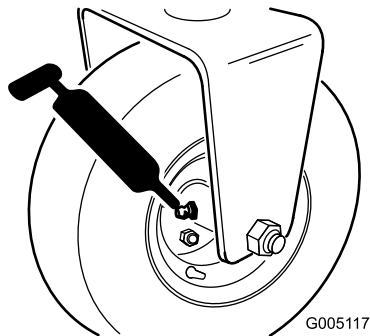

Figure 39
- Moyeu de rouleur arrière ou, si la machine est équipée d'un kit 3 roues motrices, embrayages à rouleau de roues arrière et roulement à billes extérieurs (1) (Figure 39)